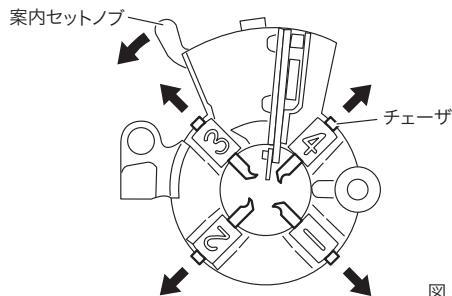

図6
a. チェーザの取外し方(図6)
①ダイヘッドをオープン(切上レバーがブロック溝から外れ、チェーザが開いた状態)にしてください。
②位置決めノッチを位置決めピンから外し案内セットノブを図6の矢印の方向へいっぱいに引きますと、3番、4番のチェーザが取り外せます。
③ダイヘッドを起こすと1番と2番のチェーザが取り外せます。